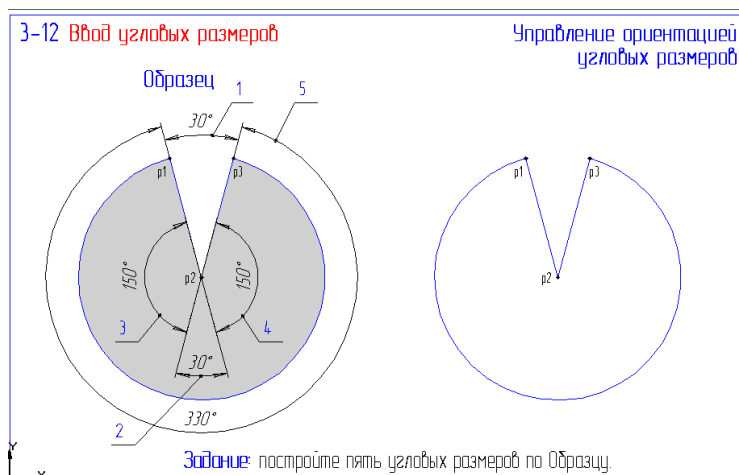

Рис. 18
20. На странице инструментальной панели **Размеры и технологические обозначения** ознакомьтесь с командами простановки угловых размеров. Освойте простановку угловых размеров, выполнив упражнение из файла фрагмента 3-12 (рис. 18) . Результат сохраните.